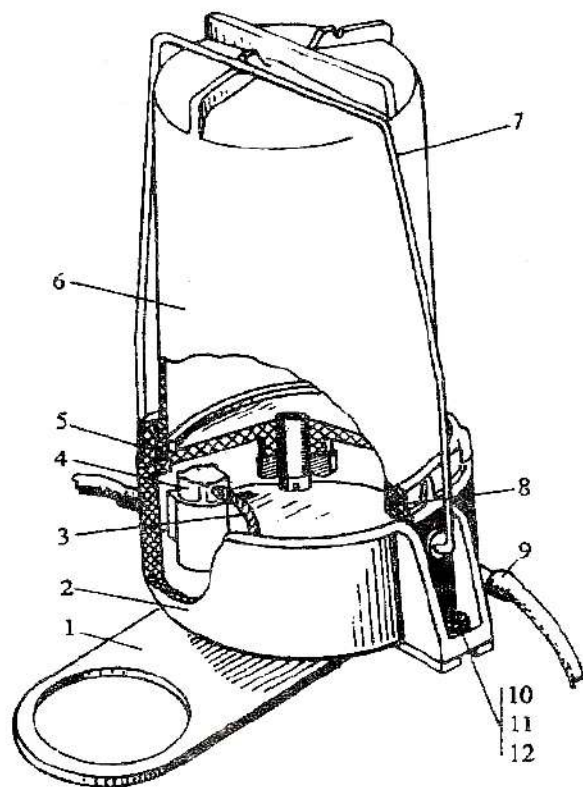

Рис.3. Масленка УВД.10.020:
дящих каналов в чашке 2 и пробках 4, промывкой фитилей в дизельном топливе или изменением количества нитей в фитиле, а для масленки (рис. 3а) также изменением длины выступающей части трубки 6.
4.2. Для смазки подшипников и трущихся поверхностей насос снабжен масленкой фитильного типа. Конструкция масленки показана (рис. 3 или рис. 3а). Масленка обеспечивает равномерную непрерывную подачу масла в насос.
Масленка (рис. 3) состоит из двух составных частей: стакана 6 вместимостью 0,6 л и чашки 2. Масло заливается в стакан, который закрывается крышкой 5 и фиксируется на чашке дугой 7. Из стакана масло вытекает в чашку до тех пор, пока его уровень не достигнет верхней части клинообразного выреза трубки крышки. Уровень масла в чашке масленки (рис. 3а) зависит от длины выступающего конца трубки 6 и должен находиться в пределах 13...18 мм. При снижении уровня масла воздух поступает в стакан через вырез в трубке и масло вытекает до тех пор, пока не достигнет установленного уровня.
Чашка масленки (рис. 3) имеет две маслоприемные камеры, закрытые пробками 4 с отверстием для установки фитилей 3.